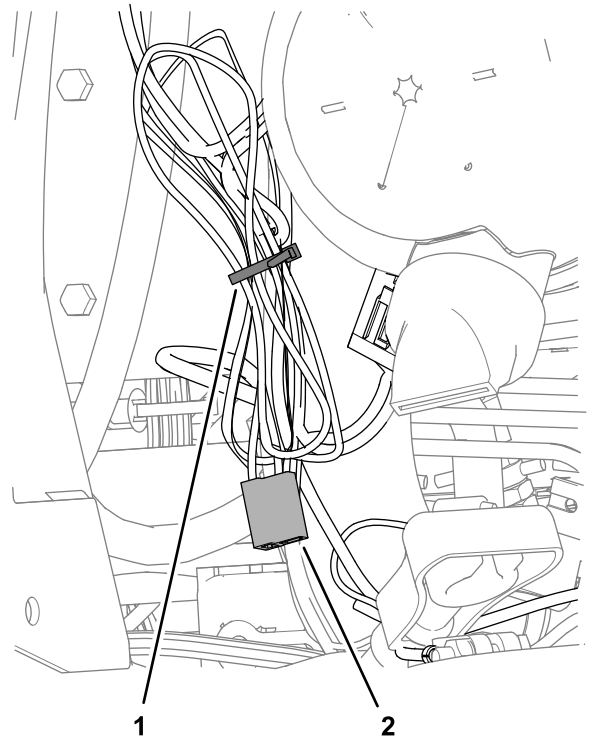

Figure 20
1. Rassemblez les fils de la pompe de lave-glace sur la branche non utilisée du faisceau électrique, comme montré à la (Figure 20).
2. Attachez les fils avec un serre-câble (Figure 20).